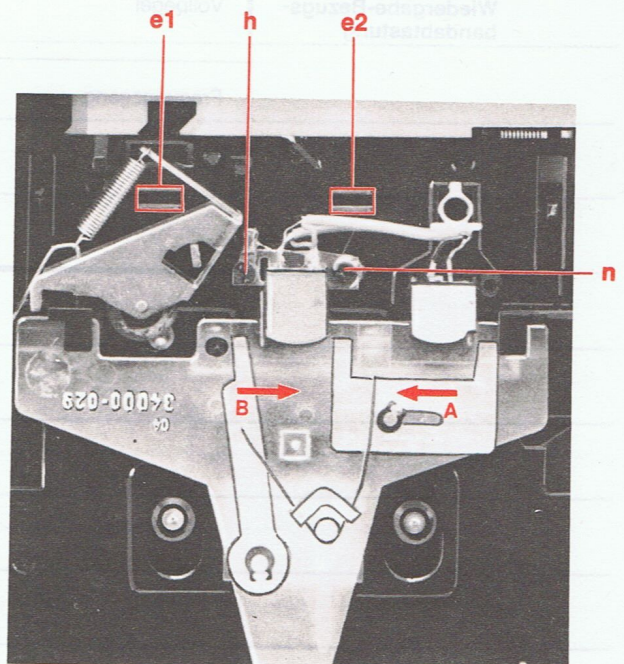

Abb. 6b Kopf 103 justieren
8. Kopf 103 justieren (Abb. 6b)